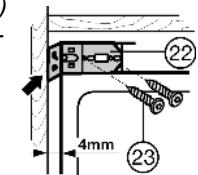

Fig. 11
- ▶ Bevestigingshoek Fig. 11 (22) met schroeven Fig. 11 (23) vastschroeven.